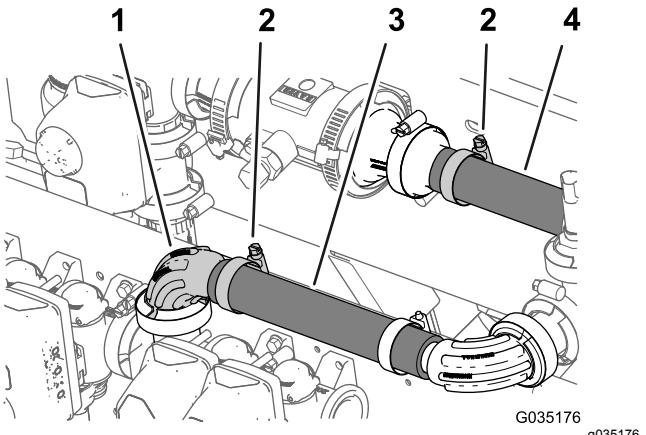

図 64
1. 図 64 に示すように、ホース 1" x 8 1/2" を 90 度フランジフィッティングに組み付ける。
2. ホースクランプを使ってホースをフランジフィッティングに固定する 図 64。
3. ホース 1" x 7 1/4" をバーブ付きフランジフィッティング 1" に固定するホースクランプ 水圧トランステューサを機体に取り付ける (ページ 26) で入れておいたものを締め付ける 図 64 を参照。